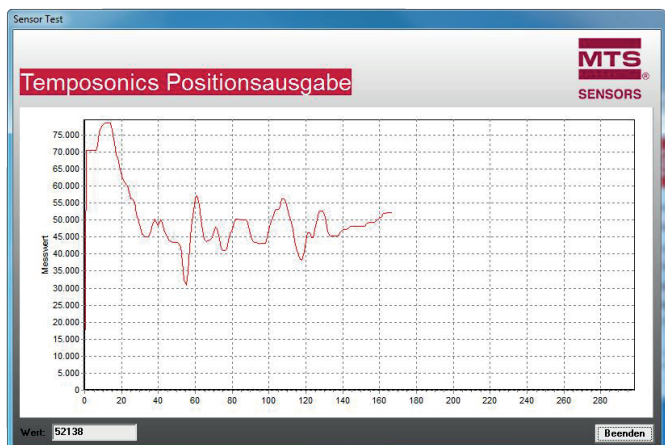

Abb. 36: Datenanzeige
- 4 Im Menü **Test Sensor** befindet sich eine Datenanzeige (Abb. 36), welche die absolute Position des Positionsmagneten wiedergibt. Verglichen mit der Messrate des Sensors ist die serielle Datenübertragung zwischen Sensor und PC relativ langsam, sodass hierbei nicht jeder tatsächlich gemessene Wert dargestellt werden kann. In dem Diagramm wird deshalb nur etwa jeder fünfzigste Messwert wiedergegeben.